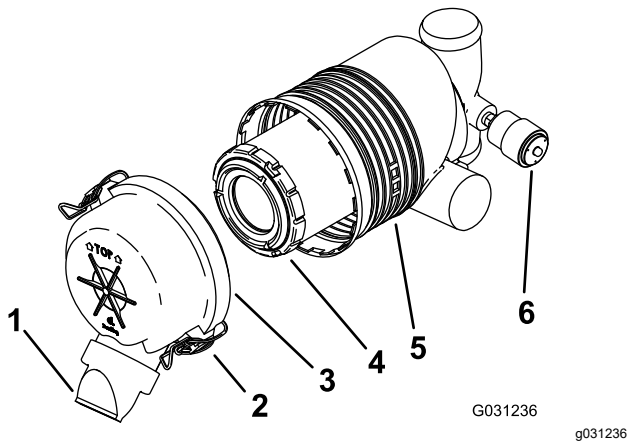

Figure 41
Important: Remplacez le filtre à air uniquement quand l'indicateur de colmatage est rouge (**Figure 41**). Changer le filtre à air prématurément ne fait qu'accroître le risque de contamination du moteur par des impuretés quand le filtre est déposé.
5. Ouvrez les verrous du filtre à air et détachez le couvercle du boîtier du filtre (**Figure 41**).
- Si l'indicateur de colmatage est transparent, reposez le couvercle du filtre à air, en orientant le capuchon protecteur vers le bas, et fermez les verrous (Figure 41).
- Sortez l'élément filtrant du boîtier du filtre avec précaution (Figure 41).
- Installez l'élément filtrant avec précaution (Figure 41).
- Reposez le couvercle du filtre à air, le capuchon protecteur dirigé vers le bas, et fermez les verrous (Figure 41).